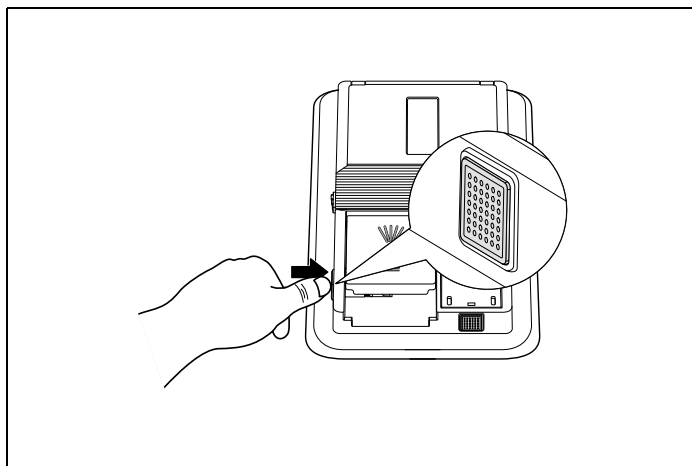

Fig. 61
- 1) Tryk på knappen i venstre side for at åbne beholderen til opvaskemiddel som vist på billedet (Fig. 61).